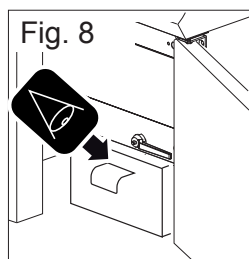

Fig. 8
1. Установить подходящую по вместимости и типу емкость под сливной вентиль (рис. 8).